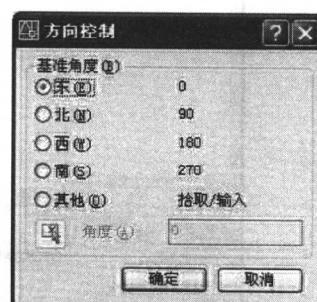

图 1-2 “方向控制”对话框
- 3) 角度的 0 度参照还有一个方向问题, 单击“方向”按钮, 将弹出如图 1-2 所示的“方向控制”对话框。